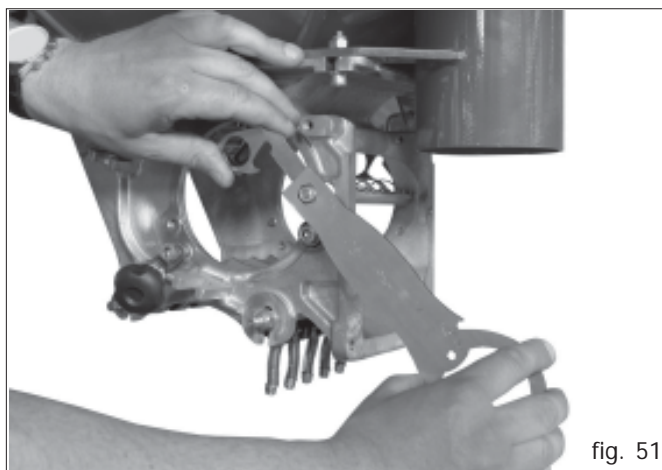

fig. 51
- 3) Desserrer les dés M8 (Fig. 51) avec la clé à usage multiple en dotation.